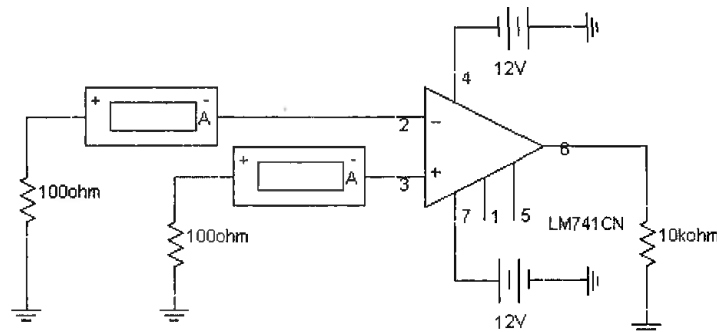

Рисунок 1
Схема для измерения входных токов представлена на рис. 1.
1. Смоделируйте схему операционного усилителя, изображенную на рис. 1.